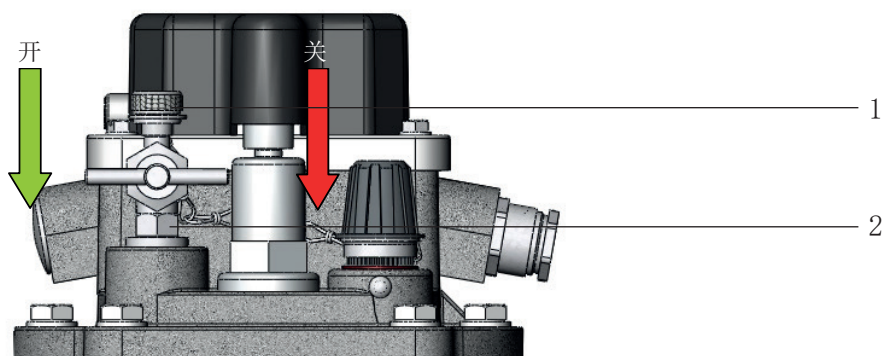

图 2 - 放气阀
- 从放气阀(图 2 中 2) 上拧下小闷盖螺母 (图 2 中 1)。